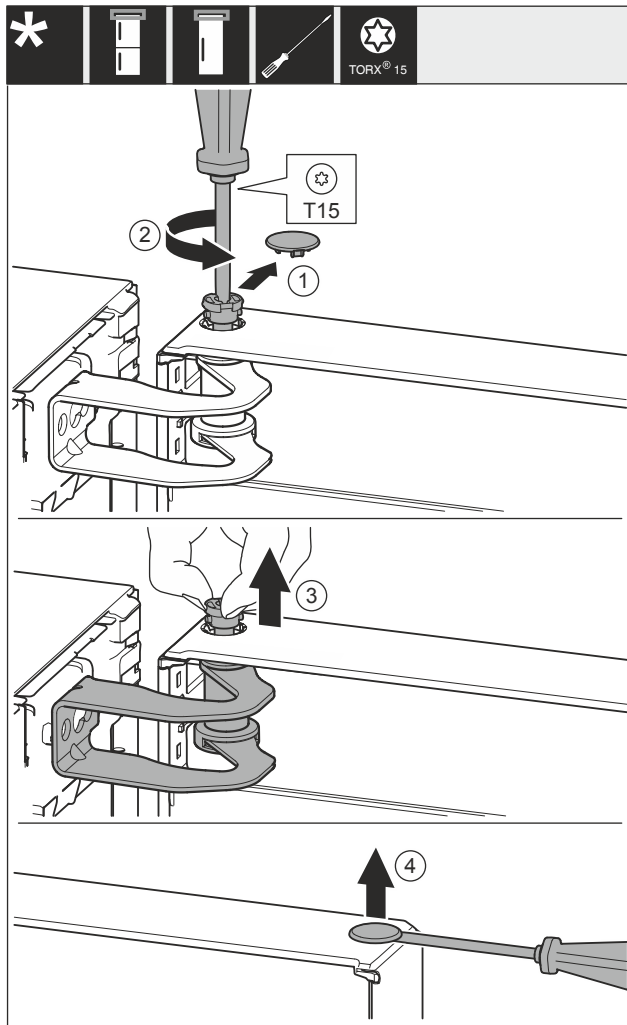

Fig. 15
- Abdeckung Fig. 15 (1) vorsichtig entfernen.
- Bolzen Fig. 15 (2) mit Schraubendreher ein Stück herausdrehen.
- Bolzen Fig. 15 (3) mit den Fingern herausziehen.
- Abdeckung Fig. 15 (4) vorsichtig mit einem Schraubendreher anheben und entfernen.